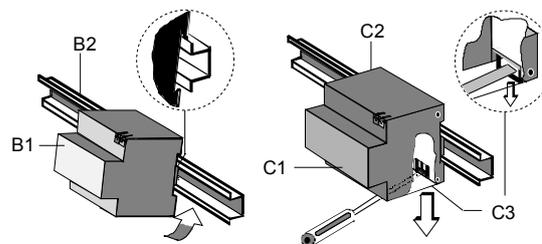

Bild 2: Montage / Demontage des Reiheneinbaugerätes
**Montage des Gerätes auf der Hutschiene (Bild 2)**
**Demontage des Gerätes von der Hutschiene (Bild 2)**